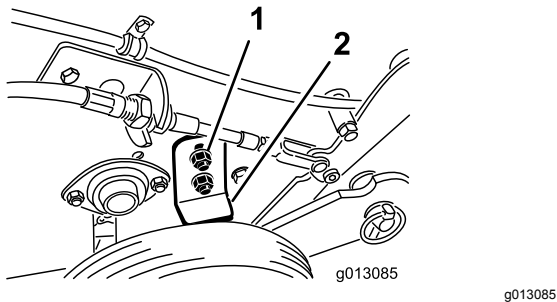

Рисунок 19
2. Ослабьте гайки крепления упора колеса на правой стороне машины (**Рисунок 19**).